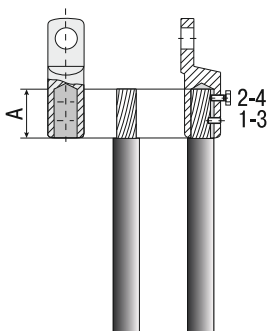

Рисунок 5
4.10.3 Установить на жилу наконечник до упора в изоляцию и подтянуть от руки болты в порядке 1–2 (рисунок 5).
4.10.4 Затянуть болты до срыва головок в порядке 3–4 (рисунок 5).